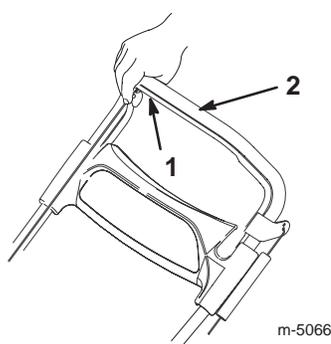

Figure 11
3. Maintenez la barre de commande contre le côté droit du mancheron comme indiqué dans la Figure 11.